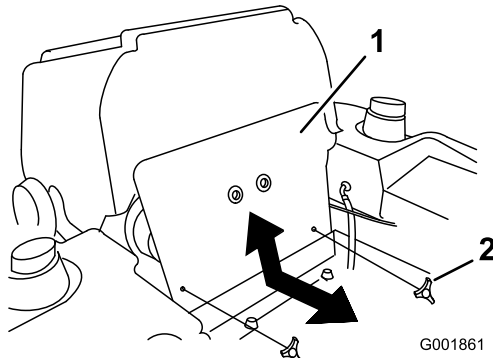

Figura 43
3. Inclíne el asiento hacia adelante y retire el panel delantero del motor (Figura 43).